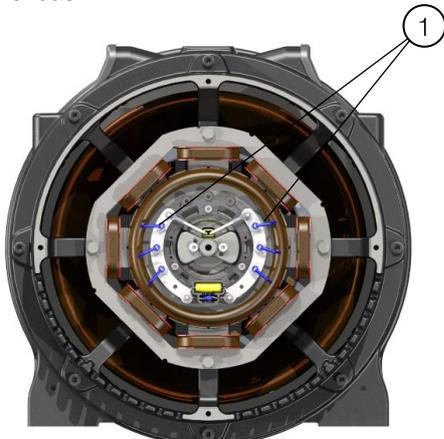

Figura 12.6: Conexión de los diodos
2. Deshacer la conexión (soldadura con estaño) de los 6 diodos con el rotor de la excitatriz, conforme la Figura 12.6.